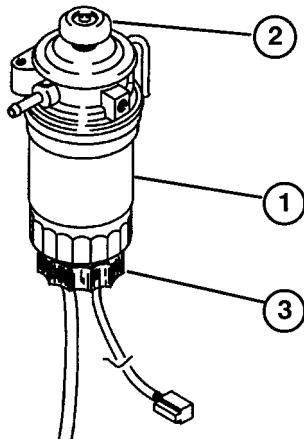

図 27
2. 燃料フィルタについているプライミング・ポンプを抵抗が感じられるようになるまで押す（図27）